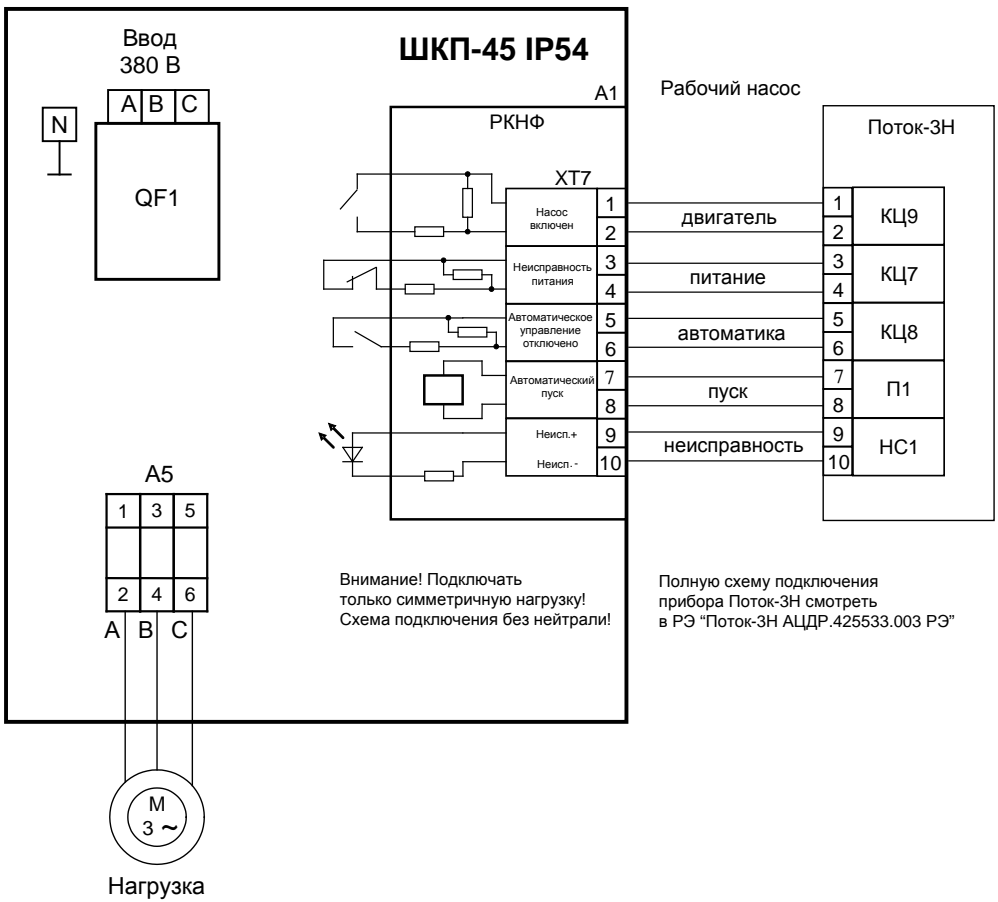

Рисунок 3. Схема электрическая подключения шкафа при эксплуатации
- 3) подключить к шкафу провода питающего сетевого напряжения, цепей нагрузки и контроля состояния согласно схеме электрической рис. 3;
- Максимально допустимое отклонение напряжения выставляется потенциометром 2 (см. рис. 3). $\Delta U_{\text{НОМ}}$ определяет одновременно верхний и нижний пороги срабатывания. Таким образом, входное напряжение будет считаться допустимым в диапазоне от $(220 - \Delta U_{\text{НОМ}})$ В до $(220 + \Delta U_{\text{НОМ}})$ В. $\Delta U_{\text{НОМ}}$ может принимать значения от 0 В (крайнее левое положение потенциометра) до 80 В (крайнее правое положение потенциометра).
- Время интегрирования неисправности (время задержки срабатывания) выставляется регулятором 3 (см. рис. 3). t_c определяет время накопления неисправности (восстановления) и может принимать значения от 0 с (крайнее левое положение потенциометра) до 16 с (крайнее правое положение потенциометра).